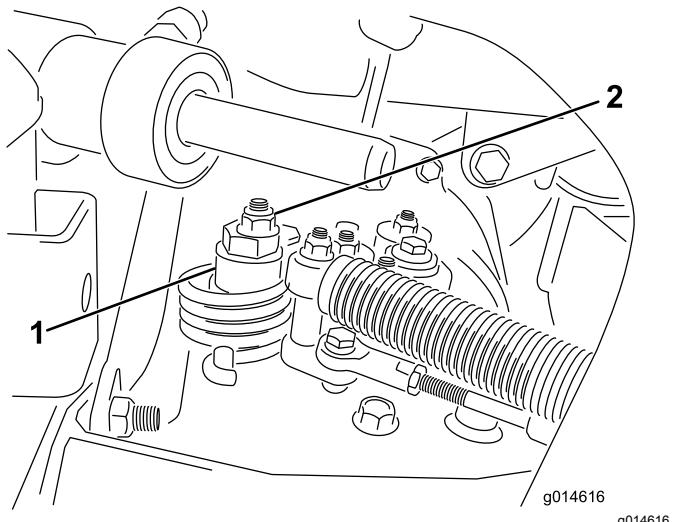

Figura 34
- A. Afloje la tuerca que sujetá el excéntrico a la parte superior del hidrostato (Figura 34).
- C. Gire el excéntrico hasta que no haya movimiento en ningún sentido. Cuando la rueda deje de girar, apriete la tuerca para bloquear el excéntrico y el ajuste (**Figura 34**). Compruebe el ajuste con el acelerador en las posiciones LENTO y RÁPIDO.